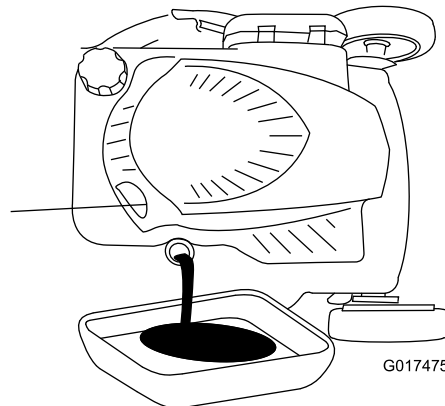

図 41
4. エアフィルタが下になるように機体を横に傾けて、エンジンオイル補給口からエンジンオイルを抜く 図 41。